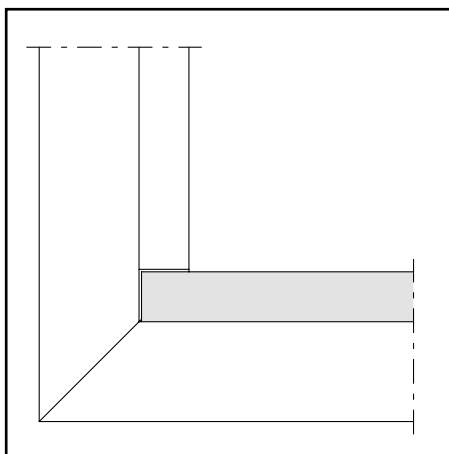
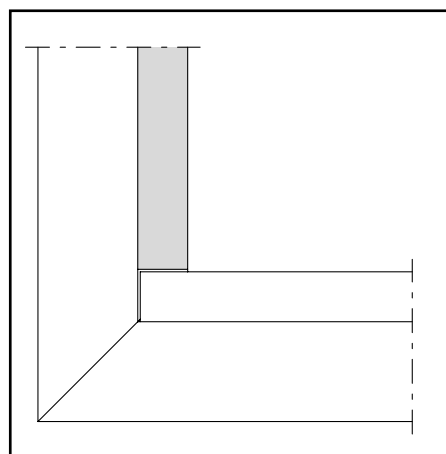

Abb. 4 / Fig. 4 / Fig. 4
Abb. 5 / Fig. 5 / Fig. 5
**(Abb. 4/5)**
Damit die Glasleisten im Brandfall dilatieren können, müssen sie auf Untermaass zugeschnitten werden. Die horizontalen Glasleisten (Abb. 4) werden durchgeführt, die vertikalen Glasleisten (Abb. 5) dazwischengesetzt. Pro Meter ist die Glasleiste um 1 mm zu verkürzen.
**(fig. 4/5)**
Afin de permettre la dilatation des parcloles en cas d'incendie, il faut les couper à une dimension inférieure à la coté prescrite. Les parcloles horizontales (fig. 4) sont posées en continu, les parcloles verticales (fig. 5) sont intercalées. La parclose doit être raccourcie d'1 mm par mètre.
The glazing beads must be cut to a dimension smaller than specified to allow for expansion in the event of fire. The horizontal glazing beads (fig. 4) are laid in a continuous strip, the vertical ones are positioned between them (fig. 5). The glazing bead must be shortened by 1 mm per metre.